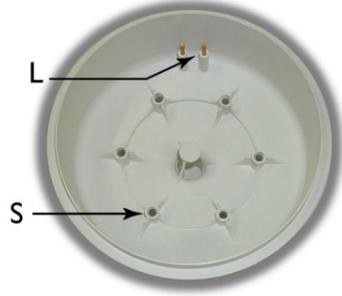

Fig. 4
- pulire il contenitore del cilindro rimuovendo le incrostazioni con un utensile morbido curando di non intaccare le superfici d'appoggio della guarnizione e degli O-Ring; utilizzare eventualmente una soluzione tiepida di acido acetico diluito per facilitare la rimozione del calcare. Pulire accuratamente i sensori di alto livello (vedi Fig 4 - L). Controllare che non vi siano tracce di bruciature sulla parte interna del cilindro, sintomo di archi elettrici o di ponti di calcare; se ciò si verifica, sostituire il cilindro completamente poiché le caratteristiche del materiale potrebbero essere state compromesse;
- clean the cylinder case, removing scale using a soft implement and making sure not to damage the gasket and O-Ring support surfaces; if necessary use a lukewarm solution of diluted acetic acid to help remove the lime scale. Carefully clean the high level sensors (see Fig 4 - L). Make sure there are no signs of burning on the inside of the cylinder, denoting electrical arcs or lime scale bridges; if these are evident, replace the cylinder as the characteristics of the materials may have been compromised;